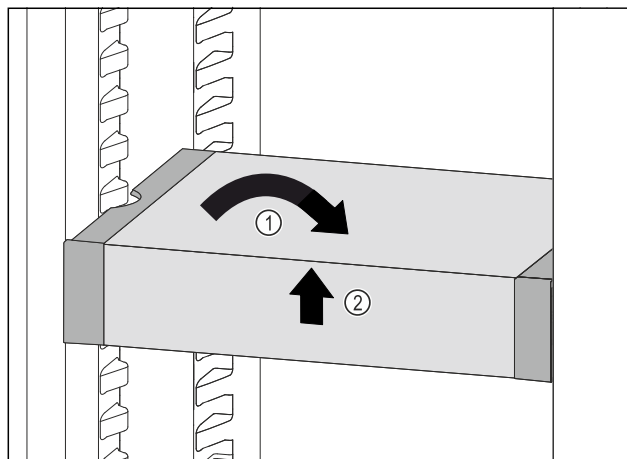

Fig. 120
- ▶ Collocare VarioSafe in maniera dritta. Fig. 120 (1)
- ▶ Sollevare VarioSafe dal lato anteriore. Fig. 120 (2)